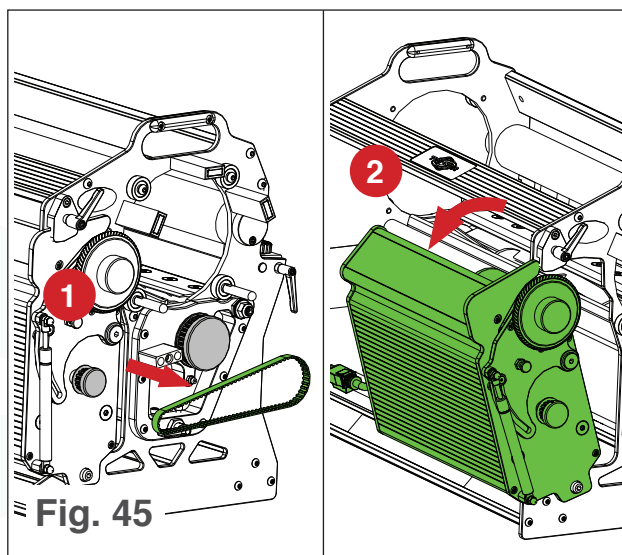

Fig. 45
3. Retire la correa de la cuchilla. La caja de control girará hacia abajo. (ver Fig. 45).